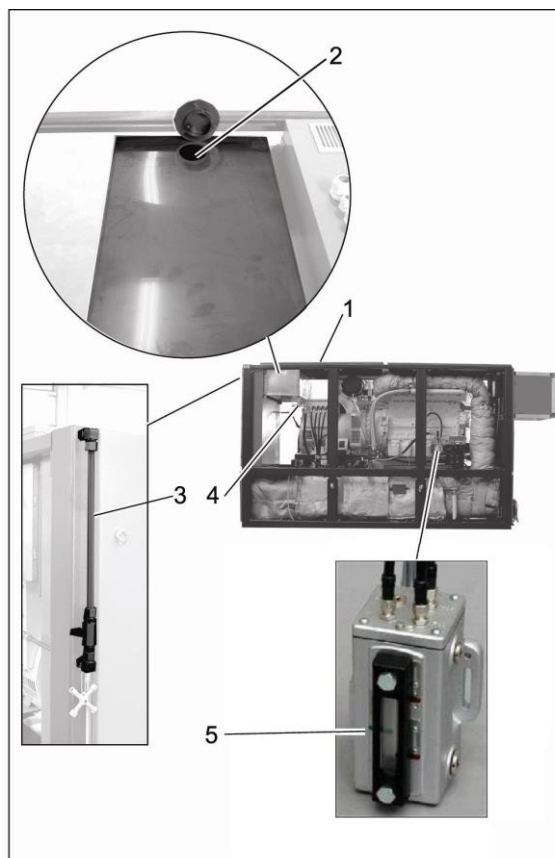

Рис. 5 Дополнительный бак для свежего масла и автоматические устройства системы смазки
- Снять звукоизолирующую обшивку спереди сверху (Рис. 5, поз. 1).
- Залить моторное смазочное масло из резерва через заливной патрубков на дополнительном баке для свежего масла (Рис. 5, поз. 2).
- Кран для дозаправки на масляном баке в положении "ОТКР" (Рис. 5, поз. 4)